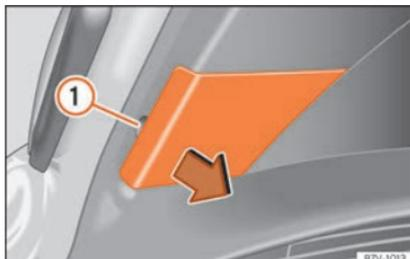

Fig. 113 Na porta da mala: retirar a cobertura.
2. Retirar a cobertura cuidadosamente fazendo alavanca com a parte plana da chave de fendas das ferramentas de bordo (» Fig. 102) pelo rebordo » Fig. 113 ①.